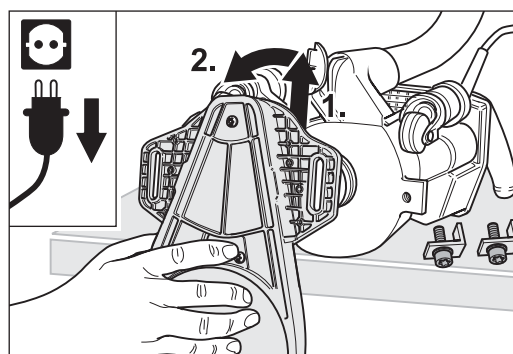

Abb. 35 Den Vorsatz von der Maschine nehmen.
- 7 Nehmen Sie den Vorsatz von der Maschine (Abb. 35) und legen Sie den Vorsatz mit der Schleifscheibe nach oben ab.